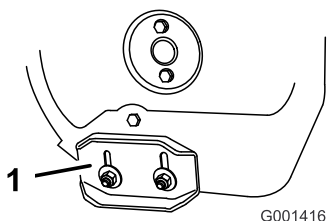

Figure 42
3. Desserrez les écrous de fixation des deux patins aux côtés de la fraise à neige jusqu'à ce que les patins puissent coulisser aisément vers le haut et vers le bas (Figure 42).